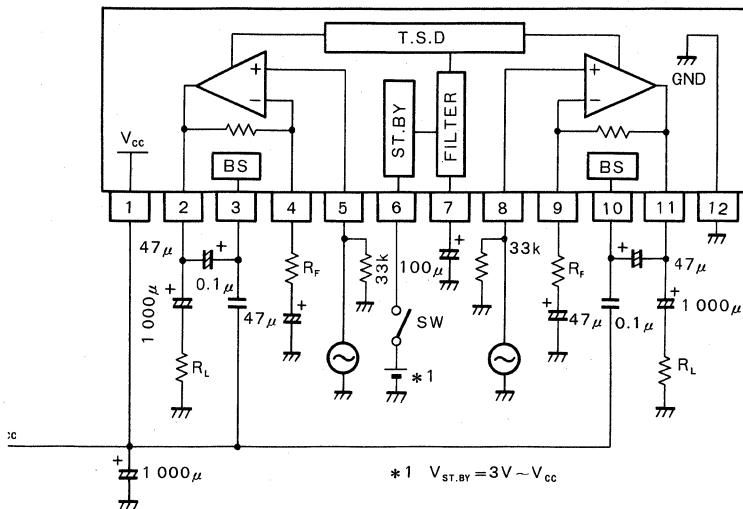

Fig.15
(10) 各 pin 直流電位の標準値 ( $V_{CC}=12V$ ,  $T_a=25^{\circ}C$ , 測定回路 : Fig. 15)